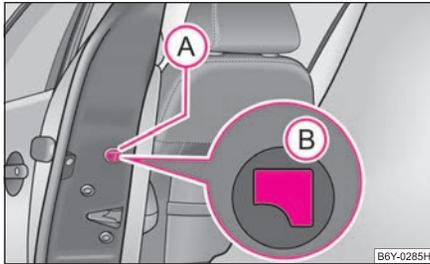

Abb. 24 Hintere Tür:
- Bauen Sie die Blende **A** ab ⇒ Abb. 24.